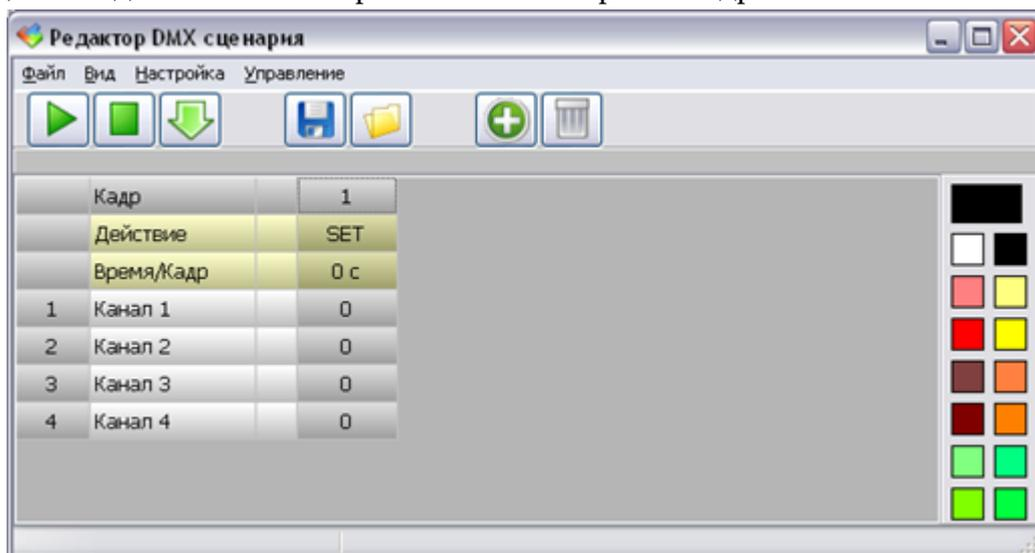

Рисунок 19 – Создание нового кадра
- 1) В меню «Файл» выбрать пункт «Новый сценарий» и ввести количество каналов в кадрах (рисунок 19). Количество каналов во всех кадрах каждого сценария задается одинаковым. Откроется окно с первым кадром.